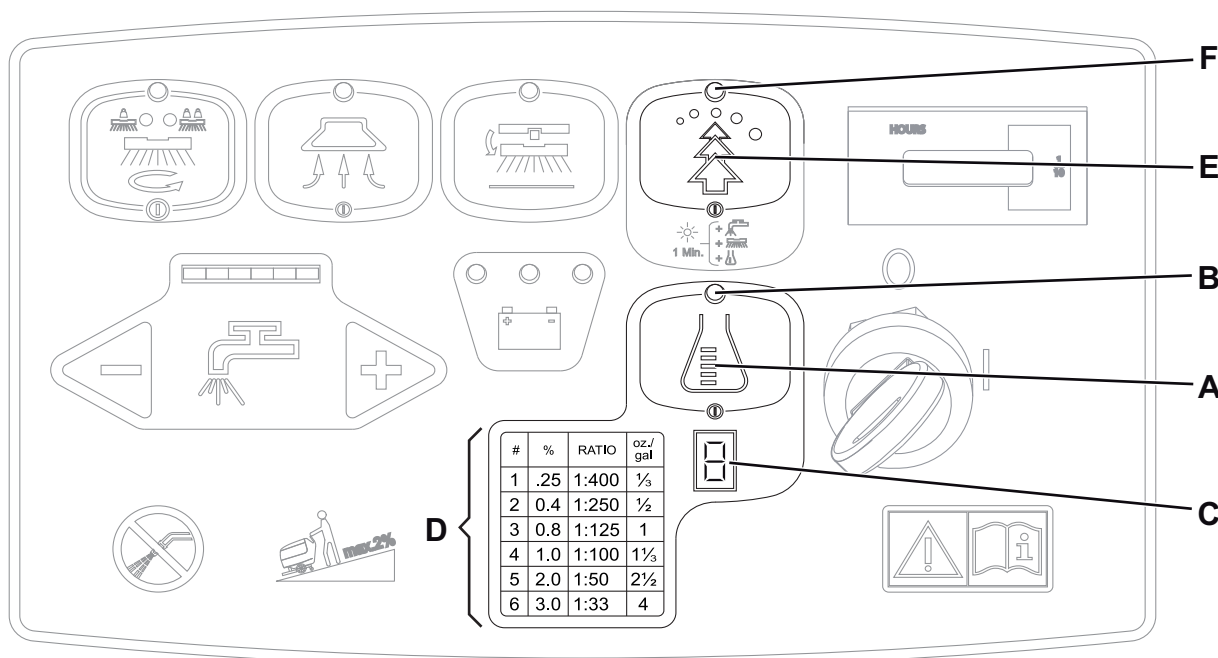

Figure 4
Le système pour le mélange du détergent à l'eau de lavage est activé en appuyant sur le bouton-poussoir de réglage du pourcentage de détergent (A, Fig. 4) : si le DEL (B) est allumé, le détergent est ajouté à l'eau de lavage.
Appuyer sur le bouton-poussoir EcoFlex™ (E, Fig. 4) chaque fois que l'on nécessite temporairement d'une plus grande puissance de lavage.